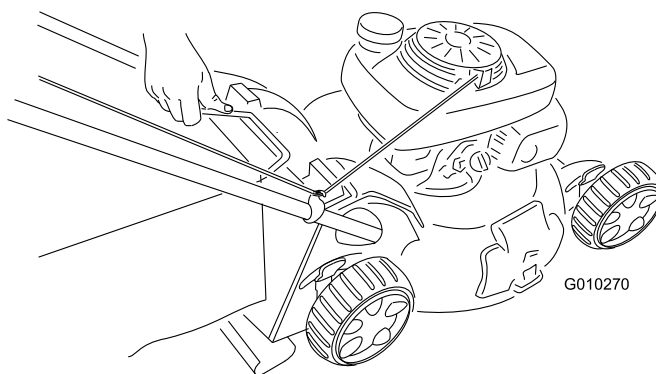

Figura 28
2. Sollevate la maniglia del cesto di raccolta estraendola dalle scanalature presenti sulla parte superiore della macchina e staccare il cesto dalla macchina stessa (Figura 28).